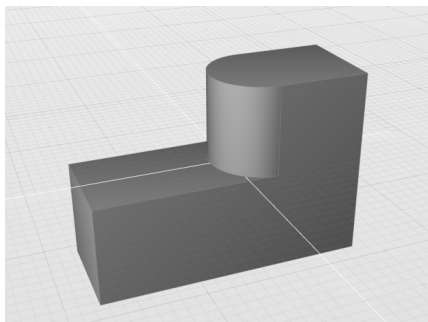

图 4-163 打开练习文件
- 1) 打开素材文件夹“练习 (4.4.9_3)”中的 Evolve 文件，该文件中包含一个实体对象，如图 4-163 所示。